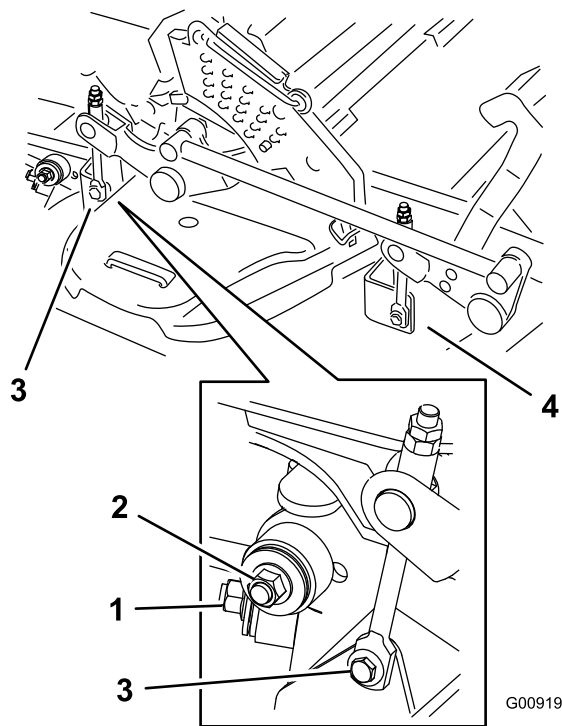

Bild 105
7. Entfernen Sie die Schrauben an beiden Seiten des Mähwerks (bewahren Sie sie auf), wie in Bild 105 dargestellt.